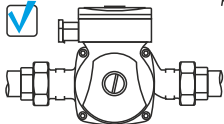

рис.7(а)
- Обратите внимание, на расположение клеммной коробки насоса после его установки. Правильное расположение - сверху или слева. См. рис. 7а.